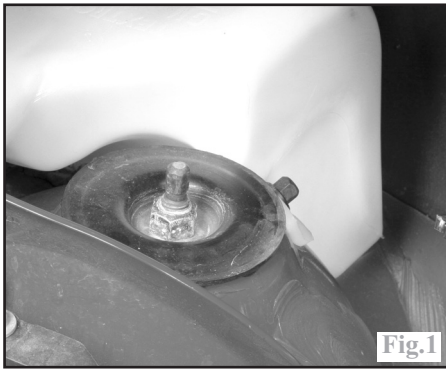

Fig.1
-l'écrou de fixation supérieure de l'élément de suspension et sa coupelle d'appui (Fig.1).